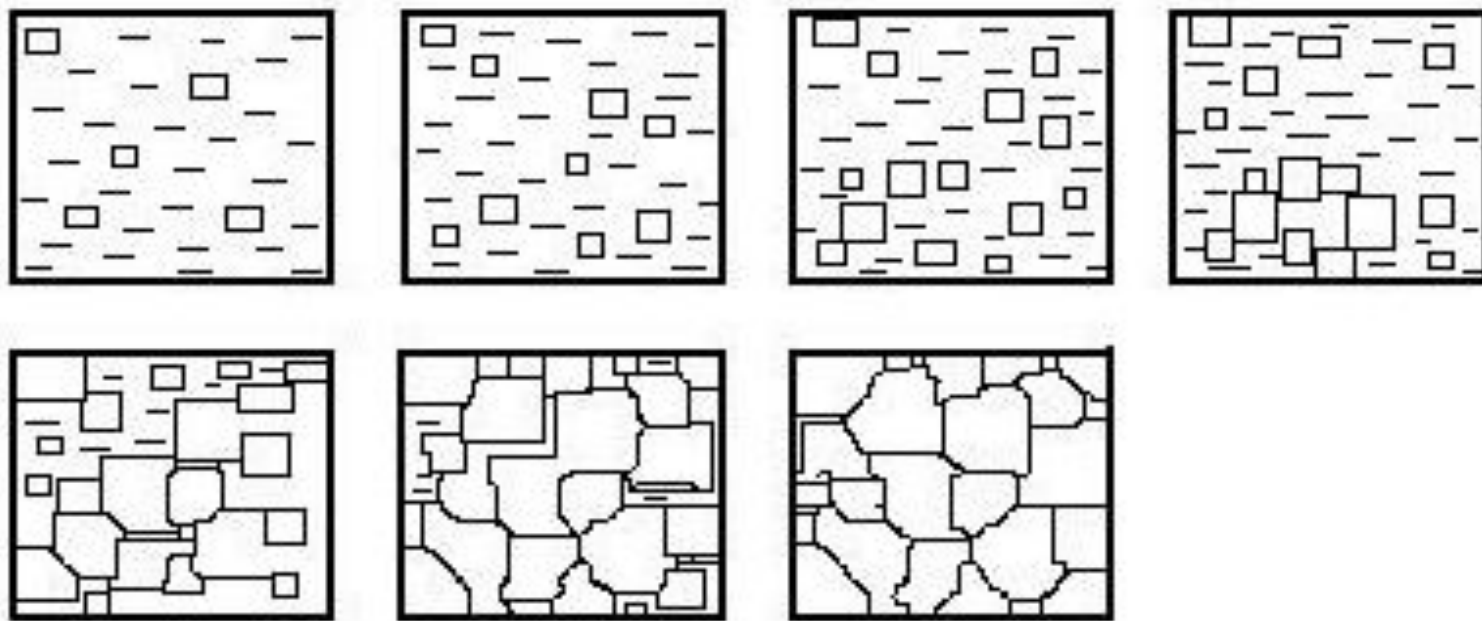

Рис. 4. Схема процесса кристаллизации металла.
- После окончания кристаллизации **образуются кристаллы неправильной формы**, которые называются **зернами или кристаллитами (рис. 4)**